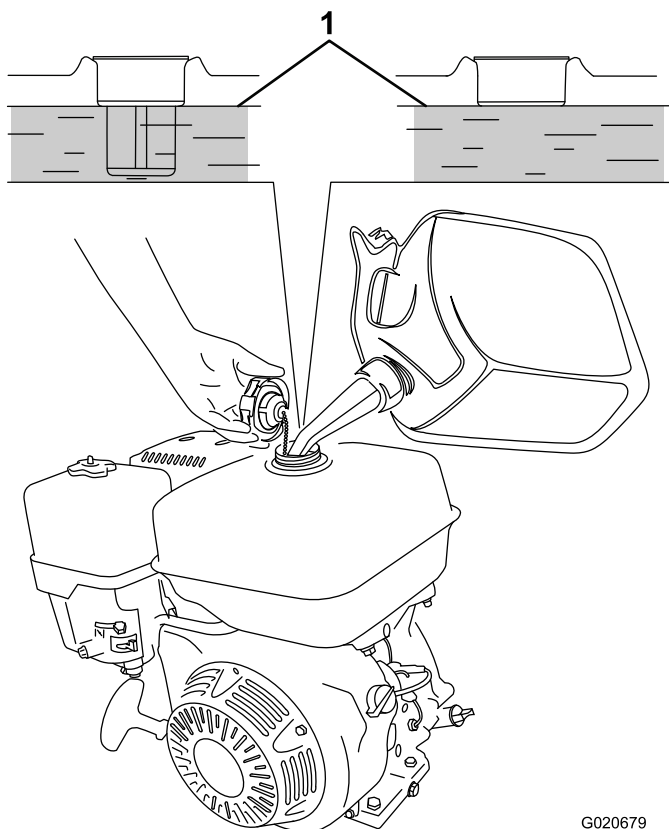

Figure 12
3. Versez du carburant dans le réservoir de carburant jusqu'à ce que le niveau maximum soit atteint (Figure 12).